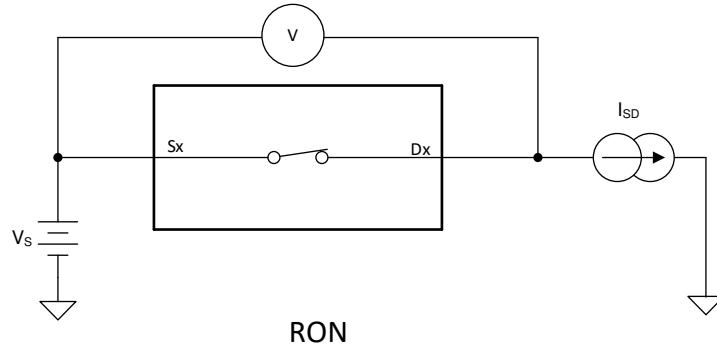

図 14-1. オン抵抗測定時の構成
デバイスのオン抵抗は、デバイスのソースピン (S_x) とドレインピン (D_x) の間の抵抗値 (Ω) です。オン抵抗は、入力電圧と電源電圧によって変化します。オン抵抗は、記号 R_{ON} を使用して示されます。図 14-1 に、 R_{ON} の測定に使用する測定構成を示します。この構成を使用して電圧 (V) と電流 (I_{SD}) を測定し、 R_{ON} は $R_{ON} = V / I_{SD}$ で計算します。